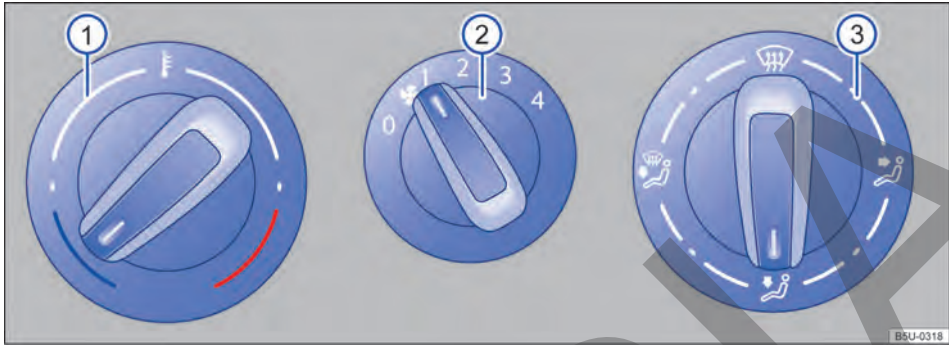

Fig. 77 Comandos del sistema de ventilación y calefacción.
- *Sistema de ventilación y calefacción*: girar el regulador del ventilador al nivel 0 → fig. 77 ②.
- *Sistema de ventilación y calefacción*: girar el regulador giratorio izquierdo → fig. 77 ① para regular la respectiva temperatura.
- *Sistema de ventilación y calefacción*: girar el regulador del ventilador → fig. 77 ②.
- *Sistema de ventilación y calefacción*: girar el regulador hacia la derecha → fig. 77  hasta alcanzar la posición deseada.
- En vehículos con sistema de calefacción, girar el regulador de temperatura → fig. 77 ⓘ totalmente hacia la derecha, a la posición máxima de calefacción.